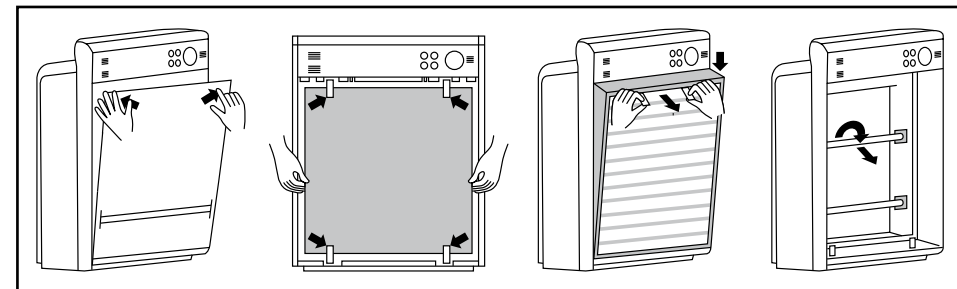

Fig. 4: Démontage
- Panneau frontal (5):** Appuyez sur le coin supérieur gauche et droit du panneau frontal (5), afin de déverrouiller le dispositif de verrouillage. Retirez le couvercle (5) pour l'enlever.
- Préfiltre (7):** Ouvrez les verrouillages dans la direction montrée dans Fig. 4, afin de pouvoir enlever le préfiltre (7).
- Filtre principal (8):** Retirez le filtre (8) par les deux languettes en haut.
- Tubes UV (9):** Tournez les tubes (9) avec précaution dans le sens horaire ou antihoraire, jusqu'à ce que les branchements soient visibles à travers les ouvertures de douilles. Retirez alors les tubes (9) du support. Ne tenez les tubes (9) qu'aux embouts céramiques et portez des gants de ménage.